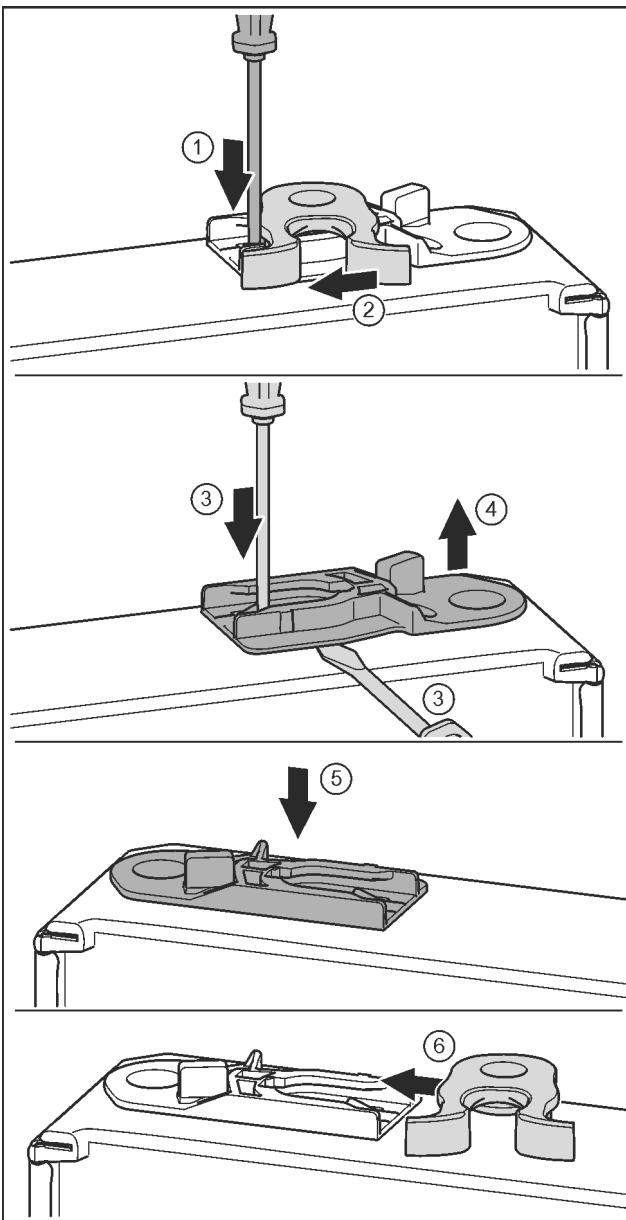

Fig. 34*
- Нажать накладку шлицевой отверткой вниз. Fig. 34 (1)
- Запорный крючок вывести из направляющей. Fig. 34 (2)
- Извлечь направляющее гнездо: нажать накладку шлицевой отверткой и одновременно переместить ее шлицевой отверткой под направляющее гнездо. Fig. 34 (3, 4)
- Прилагаемое при поставке направляющее гнездо вставить на другой стороне корпуса. Fig. 34 (5)
- Запорный крючок вставить в направляющую. Fig. 34 (6)